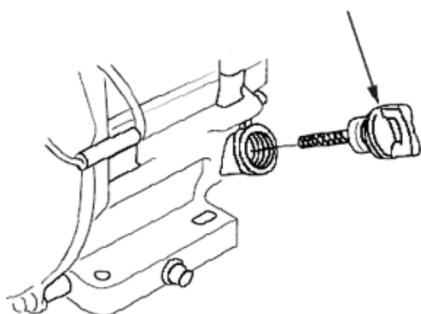

Рис. 14
2. Выкрутите пробку маслоналивной горловины (Рис. 14).